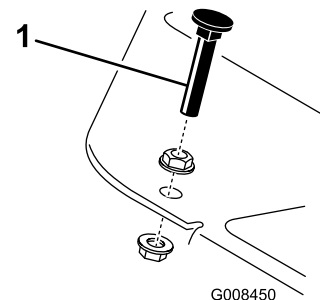

Figura 44
Pise el pedal de tracción. Si el pedal toca el tope (Figura 44) antes de que se note tensión en el cable, es necesario hacer un ajuste:
1. Afloje las contratueras con arandela prensada que fijan el tope del pedal a la chapa de suelo (Figura 44).